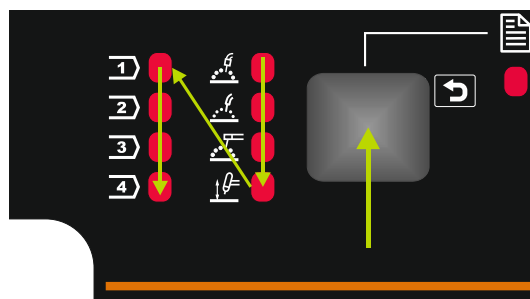

Figure 6
- Appuyer à nouveau sur le bouton de gauche [29]. Le témoin du programme de soudage (30 ou 31) suivant, selon l'ordre indiqué en Figure 6, s'allume alors.